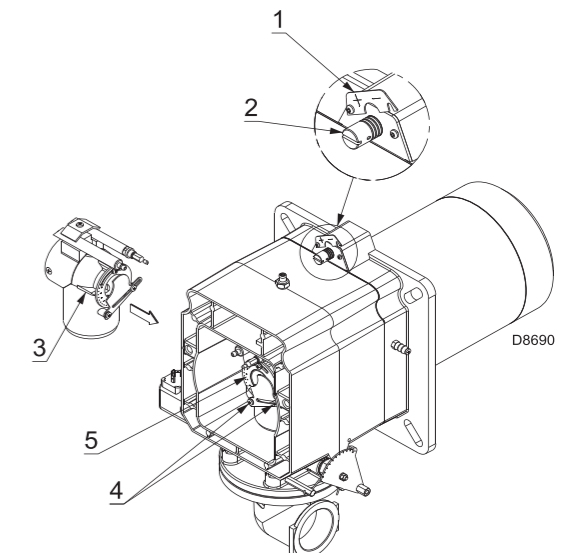

图 16
- ▶ 旋转螺丝 2)(图 16) 直至刻槽与法兰前表面 1) 对齐。
为了便于调节，可先拧松螺丝 3)(图 16)，设定好后，重新在原位拧紧螺丝。
- ▶ 拧松螺丝 4)，旋转环形螺母 5)(图 16)，直至刻槽与指针 3) 对齐；